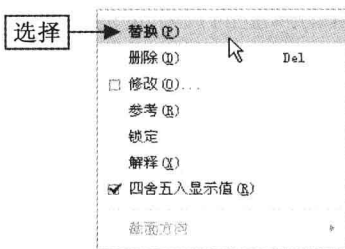

图 3-68 选择“替换”命令
Step 02 在绘图区选择右侧要替换的尺寸，单击鼠标右键，在弹出的快捷菜单中选择“替换”命令，如图 3-68 所示，此时选取的尺寸将被删除。